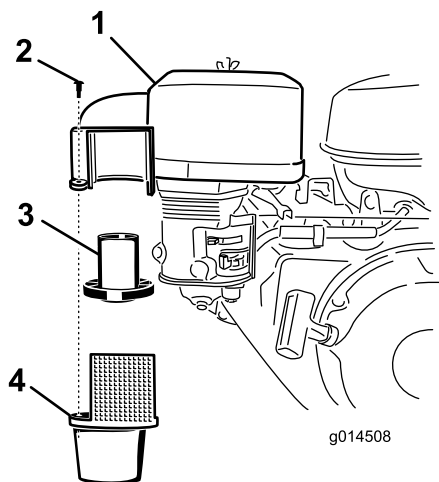

Figura 39
2. Retire la carcasa del ciclón con la rejilla de entrada de aire, y retire la guía de aire (Figura 39).
5. Alinee la rejilla de entrada de aire de la carcasa del ciclón con el hueco de la tapa del filtro. Ensamble cuidadosamente la carcasa del ciclón y la carcasa del filtro (Figura 39).
6. Sujete la carcasa del ciclón a la tapa del filtro de aire con los tornillos retirados en el paso 1 (Figura 39).